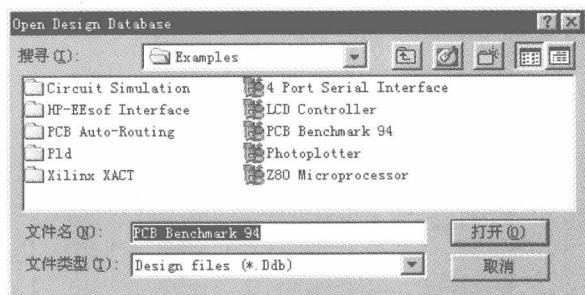

图 1-11 “Open Design Database” 对话框
10) Import Project: 执行该命令后，可以导入一个已经存在的设计数据库到当前设计平台中，系统将弹出如图 1-11 所示的“Open Design Database”对话框。